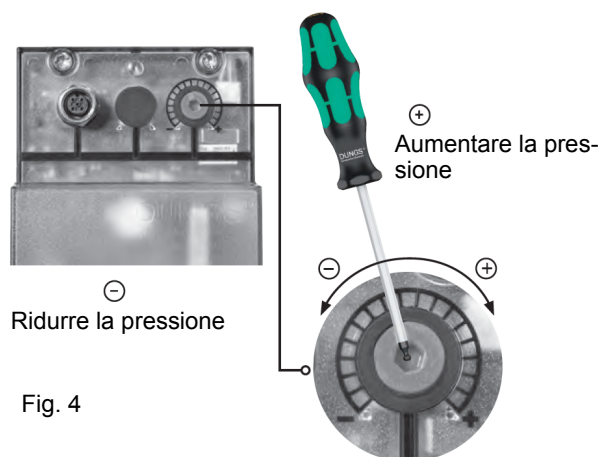

Fig. 4
**ATTENZIONE:** Per impostare la pressione in uscita del regolatore VD-R, agire sull'apposita ghiera di regolazione (Fig. 4)
2. Spingere VD in avanti fino alla battuta, fig. 4.